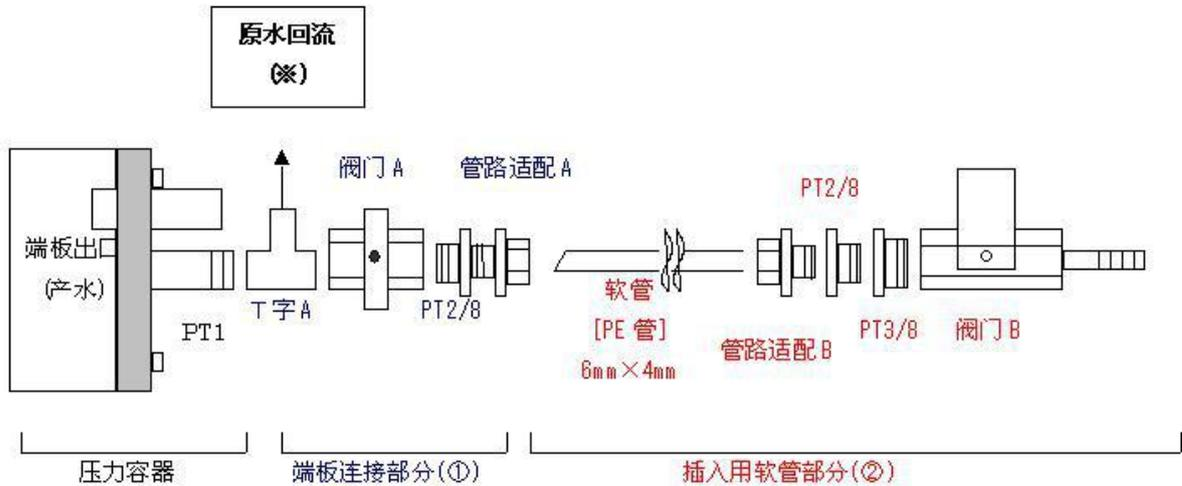

图 4 探针法连接方式
探针法使用的测试工具如图 4 所示分端板连接部分（①）和插入用软管部分（②）这两部分组成。在连接端板和产水出口之间安装 T 型三通（T 字 A），使不经由软管流过的产水回流至原水水箱。